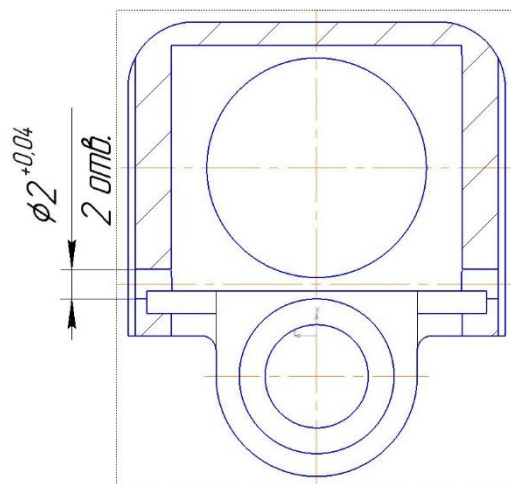

Рисунок 5
4. Развернуть два отверстия в затворе в размер $\varnothing 2^{+0,04}$ мм, см. рисунок 5.